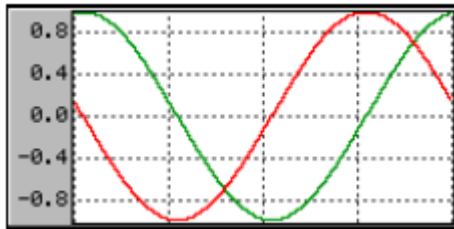
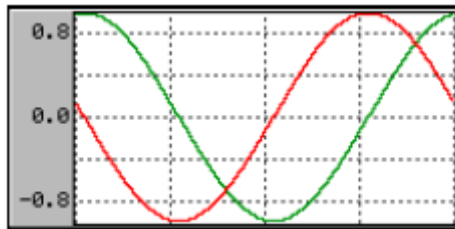

Figura 33: Prima di chiamare la funzione `GRAPH_SCALE_SetTickDist` la distanza tra un numero e il suo successivo è di 0.4.
Figura 34: Dopo aver chiamato la funzione `GRAPH_SCALE_SetTickDist` la distanza tra un numero e il suo successivo è 0.8.
- Descrizione: funzione che imposta la distanza tra un numero e il suo successivo della scala (**Figura 33** e **Figura 34**).